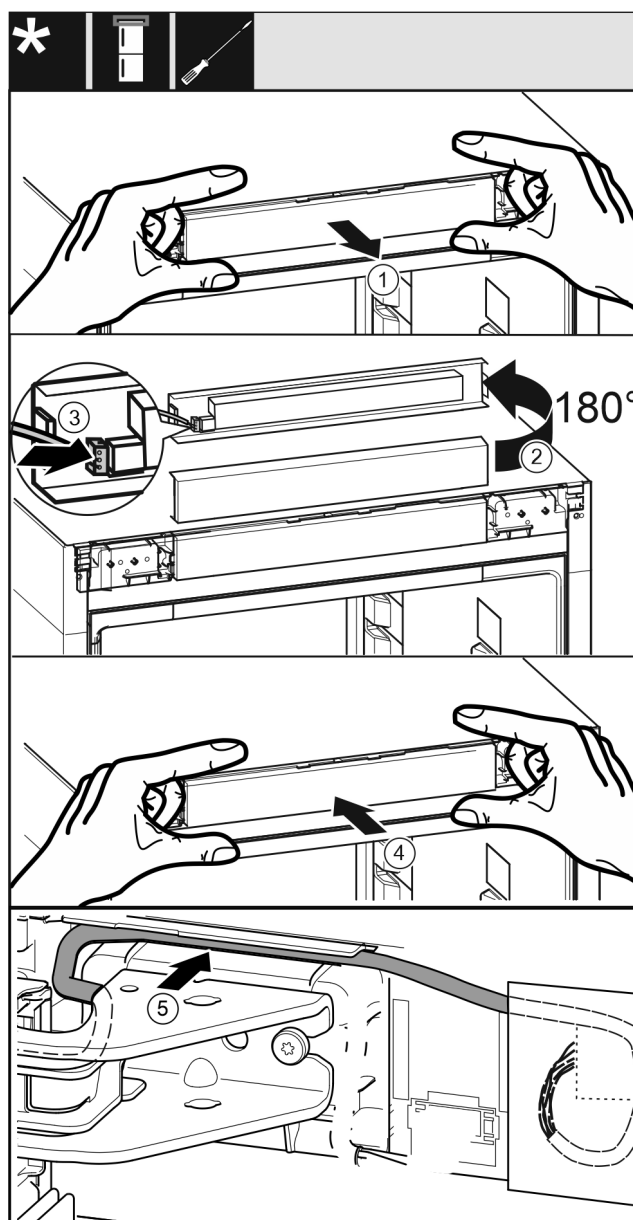

Fig. 40
- ▶ Retirer avec précaution le panneau de commande Fig. 40 (1).
- ▶ Tourner le panneau de commande Fig. 40 (2) de 180° vers le haut.
- ▶ Enclencher le connecteur Fig. 40 (3) sur le cache du panneau de commande.
- ▶ Enclencher à nouveau le panneau de commande Fig. 40 (4) sur l'appareil.
- ▶ Poser avec précaution le câble Fig. 40 (5) dans le guide au-dessus du support de palier supérieur.